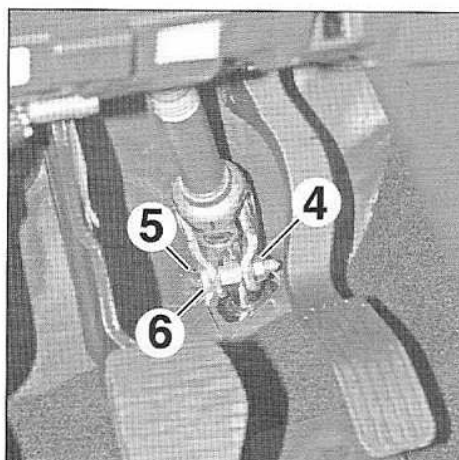
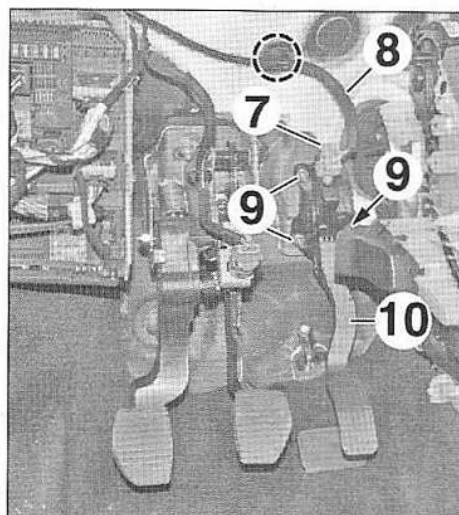

FIG.22
FIG.23
- Déposer l'écrou (4) (Fig.22).
- Ecarter l'agrafe (5).
- Déposer la vis (6).
- Débrancher le connecteur (7) (Fig.23).
- Dégrafer le faisceau (8).
- les écrous (9),
- le pédale d'accélérateur (10).